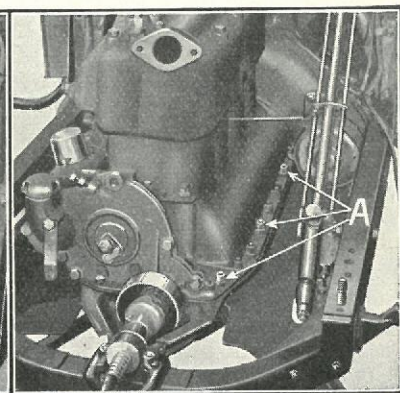

Fig. 26
- 23 Aftagning af venstre Oliebakke.** Løs de tre Bolte »A« (Fig. 26), som holder Oliebakken til Krumtaphuset og fjern Oliebakken.